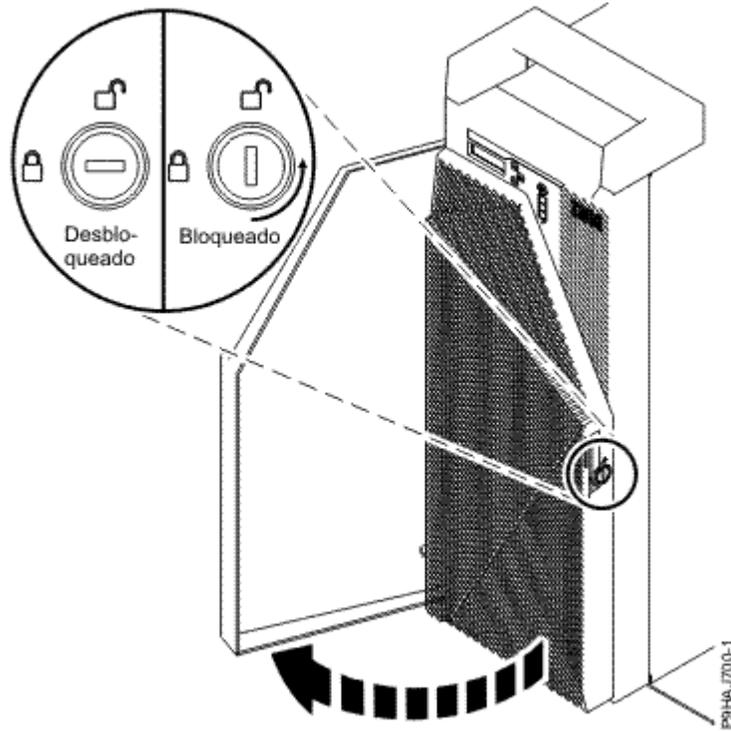

Figura 6. Desbloqueo de la puerta frontal
- a) Inserte la llave de la puerta frontal en la cerradura, como se muestra en la Figura 6 en la página 8. Gire la llave hacia la izquierda (en sentido contrario a las agujas del reloj) para abrir la puerta. En posición horizontal está cerrada, en posición vertical está abierta. Abra la puerta frontal.